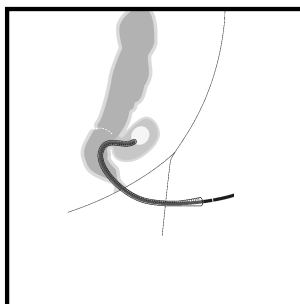

Fig. 2
8. De endoscoop met overtube (evt. rectoscoop of proctoscoop) met behulp van een geschikt glijmiddel voorzichtig in het anale kanaal schuiven en naar de holte brengen (Fig. 2).